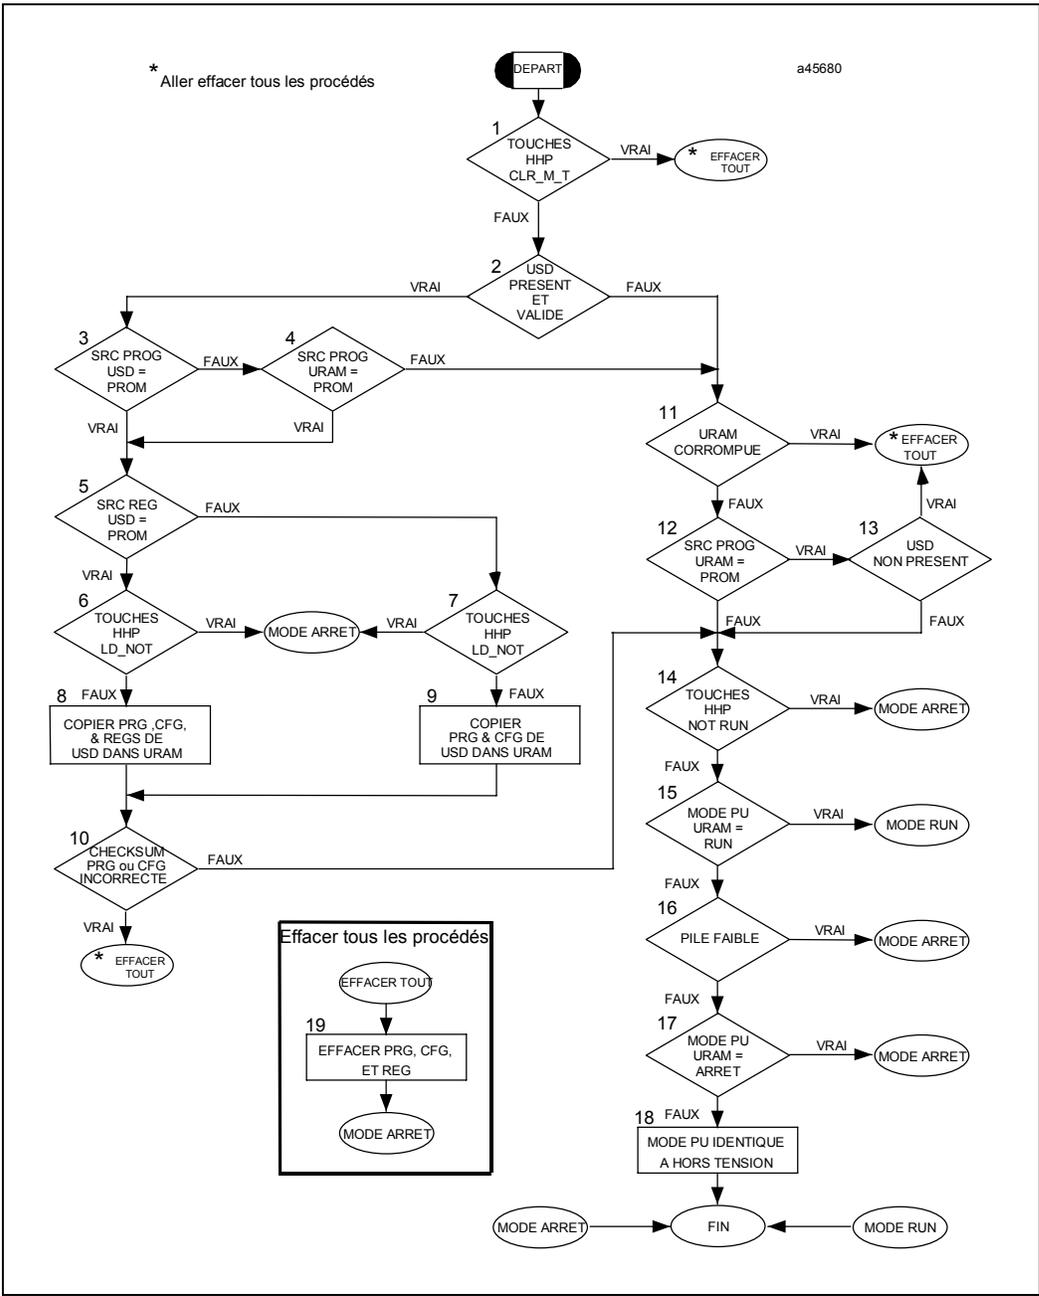

Figure 2-5. Séquence de mise sous tension
7. Dans l'étape finale de l'exécution, le mode du premier cycle est déterminé par rapport à la configuration de l'UC. En cas de mode **RUN**, le cycle se déroule comme décrit dans la "Transition de mode de **STOP**-à-**RUN**". La Figure 2-5 de la page suivante montre la séquence de décision de l'UC lorsqu'elle décide de copier les PROM ou de se mettre sous tension en mode **STOP** ou **RUN**.